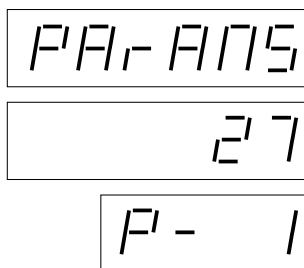

Рис. 14 Установка параметров
2. При нажатии клавиши „0“ в строке объема отобразится значение параметра, а в строке цены за единицу „P-“ и номер параметра см. рис. 14. При повторном нажатии клавиши „0“ последовательно просматривается список параметров. Клавиша обладает функцией повторения, так наз. „autorepeat“. Это означает, что при удерживании клавиши автоматически увеличиваются номера параметров.